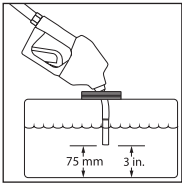

Figure 10/Ilustración 10
- Immerse nozzle spout tip in the fluid in the approved test container. The nozzle tip must be at least three (3) inches (75 mm) from the bottom of the container to prevent back-pressure in the spout. (See Figure 10)
- Sumerja la punta de la boquilla en la gasolina del recipiente de prueba homologado. La punta de la pistola debe estar como mínimo a 75 mm (3 pulgadas) del fondo del recipiente para evitar la contrapresión en la boquilla (consulte la Ilustración 10).